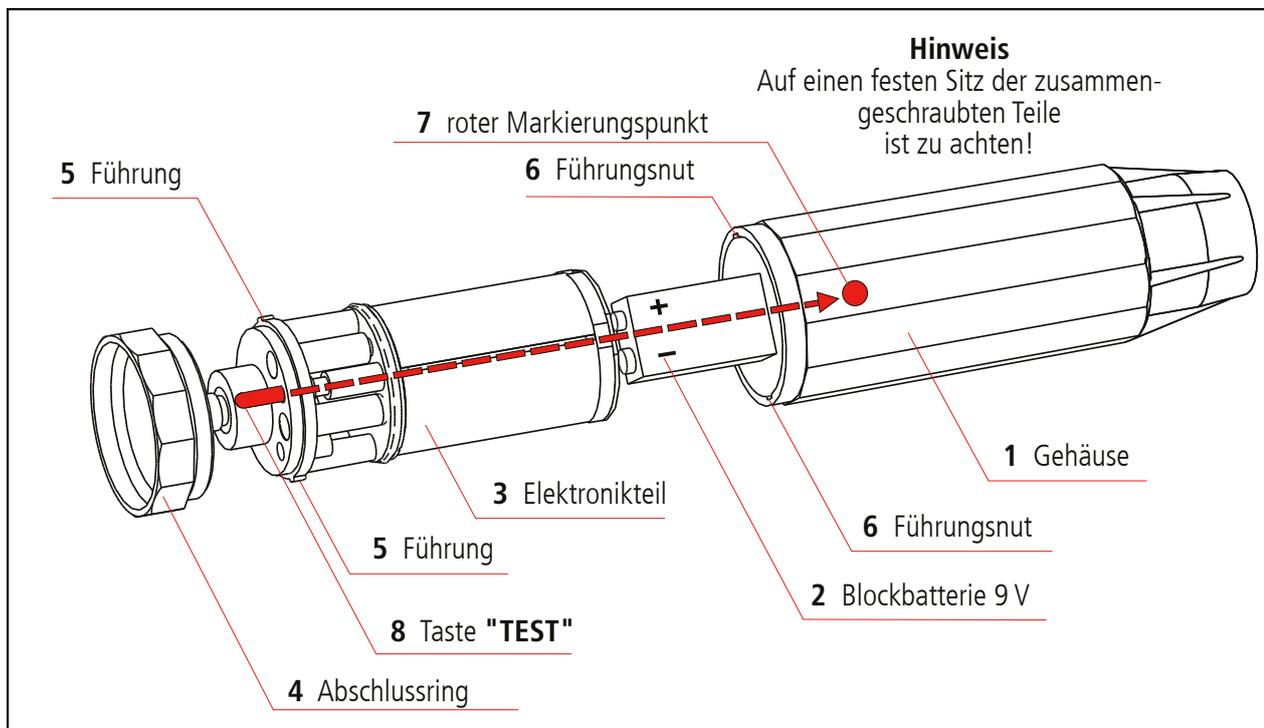

Fig. 9.1
9.1 Batteriewechsel (siehe Fig. 9.1)
9.2 Durch Linksdrehung des Abschlussrings (4) am unteren Ende des Anzeigergerätes ist das Gehäuse (1) zu öffnen (die Isolierstange muss dazu nicht abgeschraubt werden) (siehe Fig. 9.1).
9.3 Danach kann der Elektronikteil (3) aus dem Gehäuse gezogen werden (siehe Fig. 9.1).
- 9.6** Der Zusammenbau erfolgt in umgekehrter Reihenfolge. Beim Einschieben des Elektronikteils **(3)** ist darauf zu achten, dass die rote Taste "**TEST**" **(8)** und der rote Markierungspunkt **(7)** übereinstimmen (siehe Pfeil in Bild 9.1). Die beiden Führungen **(5)** müssen in die Führungsnuten **(6)** eingreifen. Nach dem Einschieben des Elektronikteils **(3)** ist der Abschlussring **(4)** vollständig mit dem Gehäuse **(1)** zu verschrauben (siehe Fig. 9.1, Seite 16).
Durch den Zusammenbau von Elektronikteil und Gehäuse wird die elektrische Verbindung zwischen Elektronik und Prüfspitze wieder hergestellt (siehe Fig. 9.1, Seite 16; Anschlussbuchse oben im Elektronikteil und Kontaktstift am Gehäuseboden). Der Zusammenbau muss deshalb mit entsprechender Sorgfalt und ohne Gewaltanwendung erfolgen.